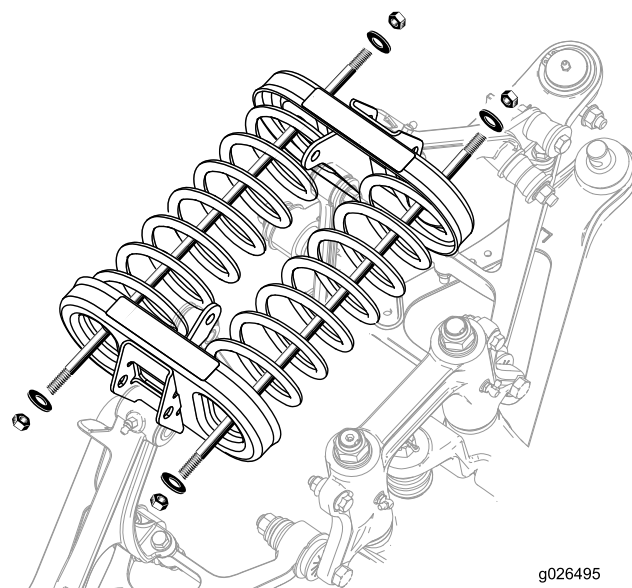

Figura 19
3. Instale las tuercas y las arandelas en ambos extremos de la varilla (Figura 19).